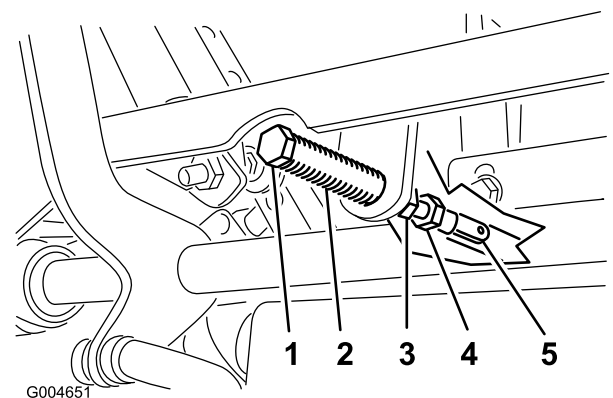

Bild 53
5. Ziehen Sie den Hebel zurück, bis der Lastösenbolzen (am Arm über der Gelenkwelle) das Schlitzende berührt (und soeben Druck auf die Feder ausübt), wie in Bild 53 abgebildet.
7. Sollte eine Einstellung erforderlich sein, lockern Sie die Mutter und die Klemmmutter gegen das Joch (Bild 53).
8. Drücken Sie den Fahrtriebshebel leicht nach hinten, drehen Sie den Kopf der Einstellschraube in die entsprechende Richtung, bis der Schaltbügel Schalthebel in der ARRETIERTEN NEUTRAL-Stellung zentriert ist (Bild 53).
9. Ziehen Sie die Mutter und die Klemmmutter an (Bild 53).
10. Ziehen Sie die Klemmmuttern an den Kugelgelenken fest (Bild 53).